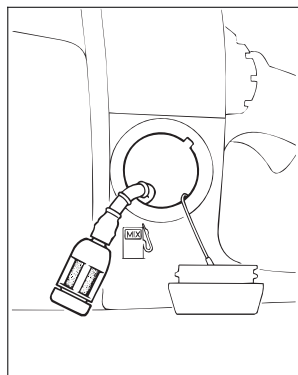

Рис. 40
- Опустошите топливный бак (рис. 40)